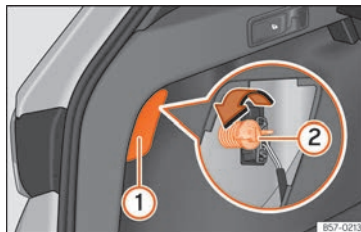

Abb. 114 Gepäckraum: Zugang zur Befestigungsschraube der Heckleuchte
- Hebeln Sie die Abdeckung an der Aussparung » Abb. 114 mit dem flachen Teil des Schraubendrehers ab ①.
- Schrauben Sie mit der Hand oder mit Hilfe eines Schraubendrehers die Befestigungsschraube der Leuchte » Abb. 114 ② heraus.